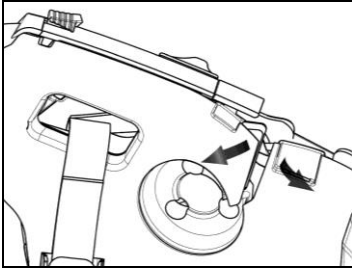

Fig. 15
- Soulevez le revêtement en plastique de la joue (Fig. 15).